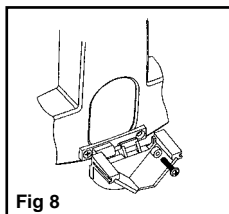

Fig 8
2. Con el espejo didáctico hacia abajo, deslícelo hacia la derecha, de forma que se revele el agujero de fijación. A continuación, asegure la barra de montaje con la arandela especial y tornillo de cabeza troncocónica proporcionado (Fig. 8).